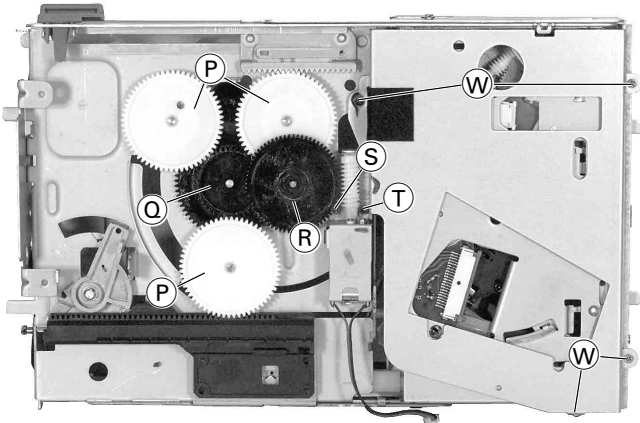
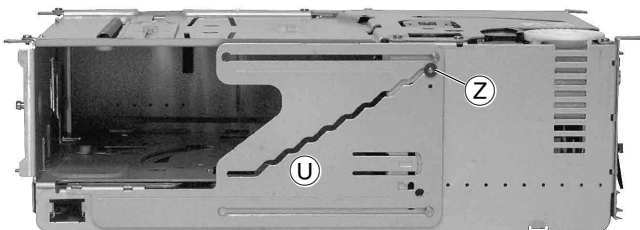
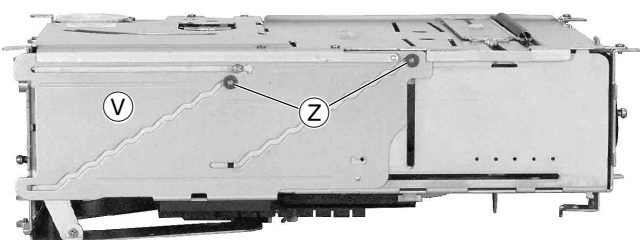

Fig. 8
Fig. 10
Fig. 12
6. Loading-Antrieb zerlegen (Fig. 8)
- Die Zahnräder (P), (Q) und (R) können mit einem Schraubendreher herausgehoben werden.
- Zum Ausbau des Motors Zahnrad (R) ausbauen und die 2 Schrauben (S) und (T) herauserschrauben.
- **Achtung:** Wurde wenigstens eines der 3 Zahnräder (P) ausgebaut, beim Zusammenbau darauf achten, dass die 2 Schieber (U) (Fig. 10) und (V) (Fig. 12) in der gleichen Position stehen.
- Loading-Einheit in die oberste Position bringen (vgl. Fig. 10 und 12).
- Schraube (T) und 4 Schrauben (W) (Fig. 8) herauserschrauben und Bodenteil abnehmen.
- 3 Sicherungsscheiben (Z) (Fig. 10 und 12) abziehen.
6. Disassembling the loading drive (Fig. 8)
- The gear wheels (P), (Q) and (R) can be pushed out with a screwdriver.
- Remove gear wheel (R) and undo the 2 screws (S) and (T) to remove the motor.
- **Attention:** If at least one of the 3 gear wheels (P) had been removed, take care that both slides (U) (Fig. 10) and (V) (Fig. 12) are in the same position when reassembling.
- Move the loading unit to the topmost position (see Fig. 10 and 12).
- Undo screw S and 4 screws (W) (Fig. 8) and remove the bottom part.
- Pull off the 3 retainer washers (Z) (Fig. 10 and 12).